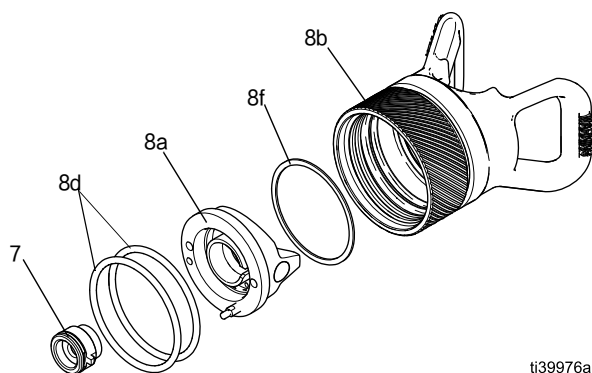

图 45: PerformAA 50 空气帽组件零件和喷嘴
**注意：**一些型号有两个 O 型圈 (8d)。参见图 45。
4. 将喷嘴 (7) 插入空气帽 (8a) 中。
5. 将空气帽组件 (8) 安装在喷枪上。参见**喷嘴和空气帽设置**、第 13 页。